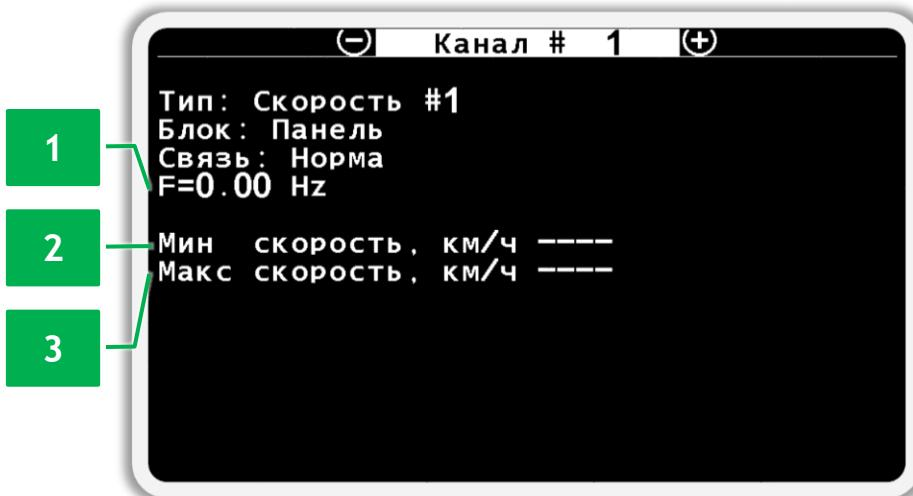

Рисунок 41 Экран просмотра состояния датчика скорости
- значение текущей частоты от датчика (см. Рисунок 41 п.1);
- значение параметра минимальной допустимой скорости движения сеялки (см. Рисунок 41 п.2);
- значение параметра максимальной допустимой скорости движения сеялки (см. Рисунок 41 п.3);